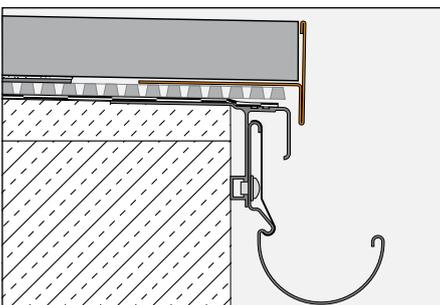

Figura 2
- 3.2 Si empleamos sobre Schlüter®-TROBA-PLUS los anillos de encofrado Schlüter®-TROBA-STELZ-DR (figura 2) el perfil vierteaguas Schlüter®-BARA-RT debe cubrir el borde libre del pavimento flotante. Para ello se deben colocar unos puntos de apoyo de cemento sobre el ala perforada trapezoidalmente de Schlüter®-BARA-RT. A continuación se colocan las placas autoportantes sobre los puntos de apoyo.